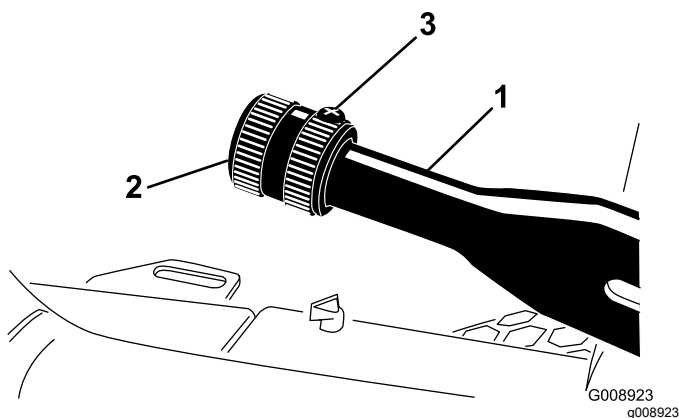

Figura 62
2. Afloje el tornillo de fijación que sujeta el pomo a la palanca del freno de estacionamiento (Figura 62).